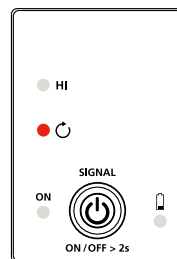

Figura 4.12b: Indicatore del trasmettitore indicante il segnale in modalità Loop
2. Premere il tasto di accensione/spengimento per selezionare la modalità Loop sul trasmettitore (il LED rosso LOOP sarà acceso). La modalità morsetto genera un segnale potenziato di 6 kHz per fornire risultati di tracciamento superiori. Il display del trasmettitore dovrebbe apparire come nella Figura 4.12b.